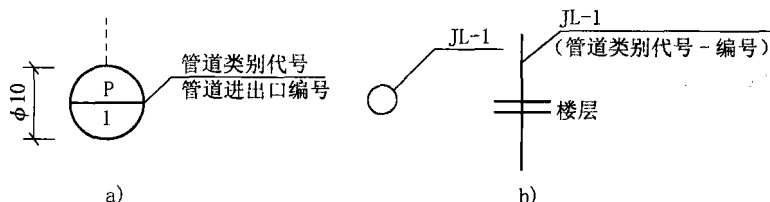

图 1-7 管道编号表示法
(1)当建筑物的给水排水进出口数量多于一个时,宜用阿拉伯数字编号,如图 1-7 a 所示。
(2)建筑物内穿过一层及多于一层楼层的立管,其数量多于一个时,宜用阿拉伯数字编号如图 1-7 b 所示,JL 为管道类别和立管代号。